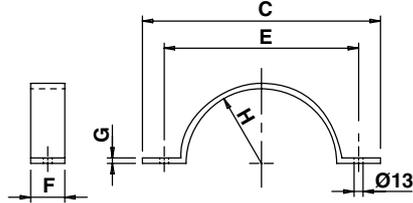

Abb. 2 - Gegenklammer
- Das Tanksystem kann ohne Beeinträchtigung der Funktion in jeder beliebigen Einbaulage montiert werden. Für die angebotenen Standard-Montageklammern für den Tank ist der Zusatz MB an die Artikel-Nr. hinzuzufügen (siehe Abb. 2 und 3).